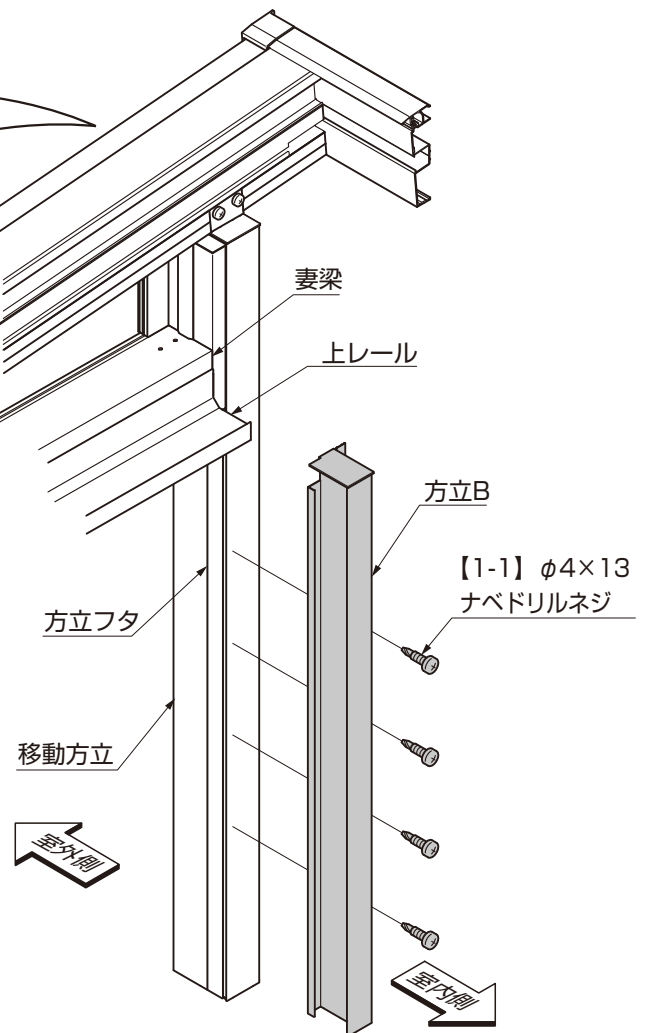

図4-12
- ③方立Bを方立フタに【1-1】で取付けてください。(図4-11、図4-12参照)